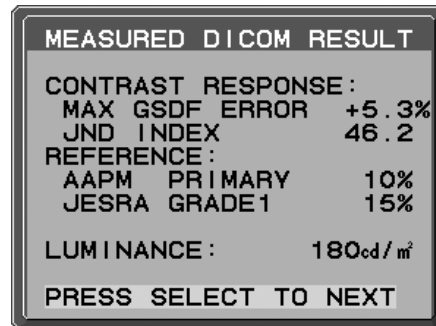

Abbildung D.2
4. Die Meldung DICOM MESSUNG ERGEBNIS (**Abbildung D.2**) wird angezeigt. Mit den Steuertasten können Sie das DATUM und die ZEIT einstellen. Drücken Sie anschließend SELECT.